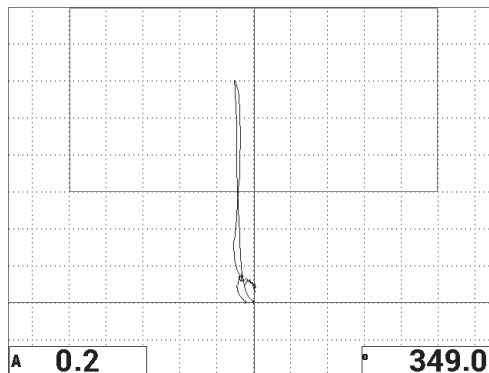

Figura 6-27 La seconda scansione sul punto con perdita di adesione
7. Scansionare nuovamente sul punto con perdita di adesione da 13 mm (vedere Figura 6-27 a pagina 155).